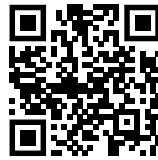

Fig. 122
- ▶ Deschideți Liebherr SmartMonitoring Dashboard. (vezi Fig. 122)